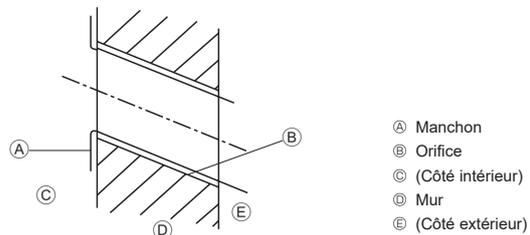

Fig. 3-4
- Ⓐ Plaque d'installation ①
3.2.2. Forage de l'orifice des tuyaux (Fig. 3-4)